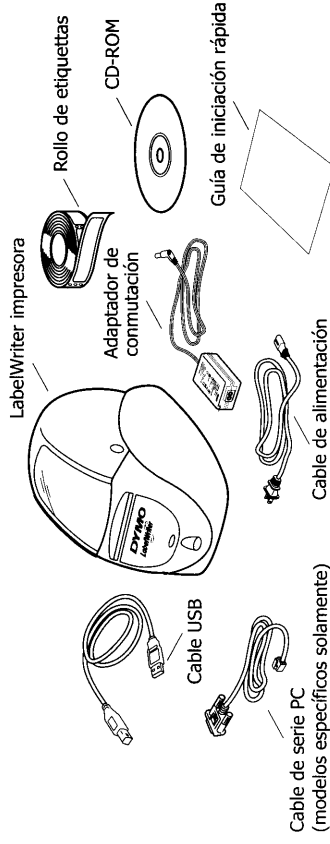

Figura 1
- 2 Retire el embalaje de su impresora y cerciórese de que están presentes todos los elementos mostrados en la Figura 1.